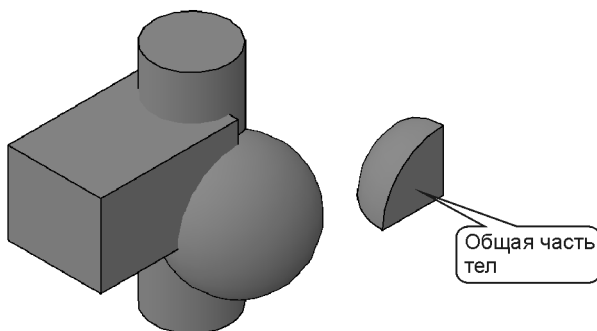

Рис. 5.15. Новое тело, созданное командой **INTERFERE**
5. В диалоговом окне **Interference Checking** (Проверка взаимодействий) снимите флажок **Delete interference objects created on Close** (При закрытии удалить объекты взаимодействий), если нужно сохранить общие части проверяемых пар тел с целью создания новых тел (рис. 5.15).